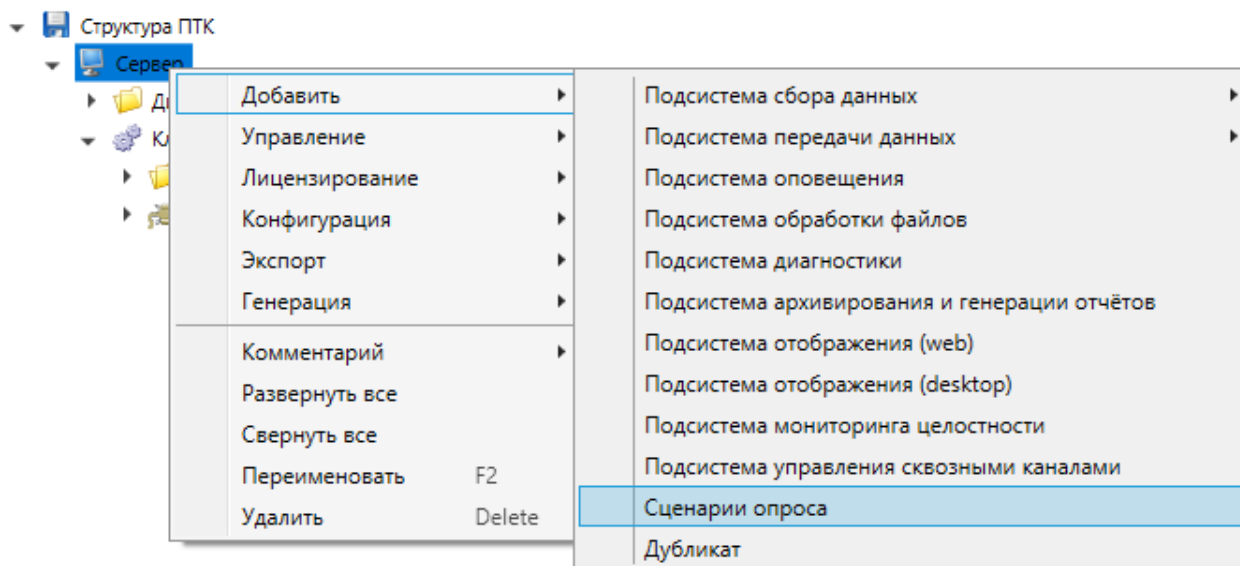

Рисунок 37 – Добавление группы сценарии опроса
– в структуру проекта командой **Добавить** → **Сценарии опроса** контекстного меню узла «Сервер» добавить узел «Сценарии опроса» (рисунок 37);